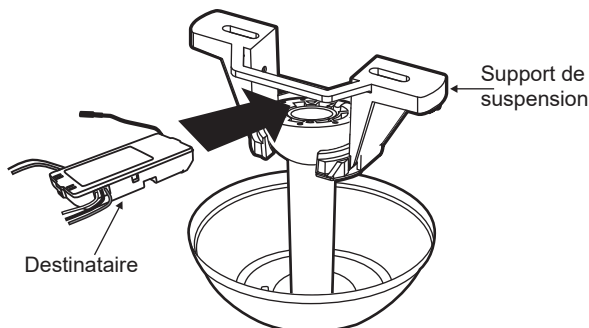

Fig. 1
- 1 Retirez la bille de la tige descendante en desserrant la vis de réglage sur le côté de la bille. Faites glisser la bille vers le bas et retirez la goupille à billes; retirez la bille. (Fig. 1)
- 1 Insérez le récepteur dans le haut du boîtier du ventilateur. (Fig. 1) Pour de meilleures performances, assurez-vous que l'antenne noire, à l'extrémité du récepteur, reste déployée et ne s'emmêle avec aucun des fils électriques.
- 1 Retirez la plaque murale existante et l'ancien interrupteur du boîtier de prise murale. (Fig. 1)
- 5** Bouton de réglage du code "SET": Suivez les étapes ci-dessous pour utiliser le bouton de réglage. (Fig. 1)